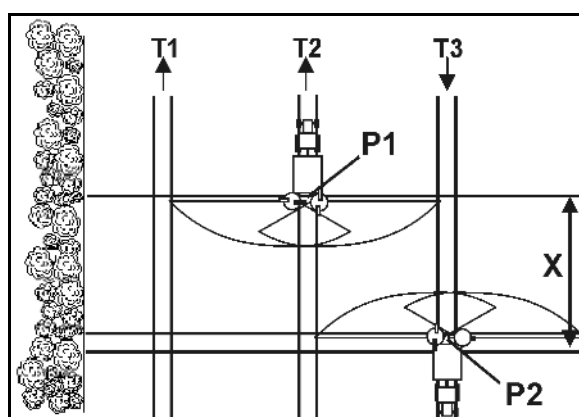

Рис. 87
- Откройте запорную заслонку при въезде на технологическую колею в точке P1 (Рис. 87), если распределяющий диск при прохождении участка X технологической колеи разворотной полосы был удалён.
- Закройте заслонку перед выездом с технологической колеи в точке P2 (Рис. 87), если распределяющие диски находятся на уровне первой технологической колеи разворотной полосы.